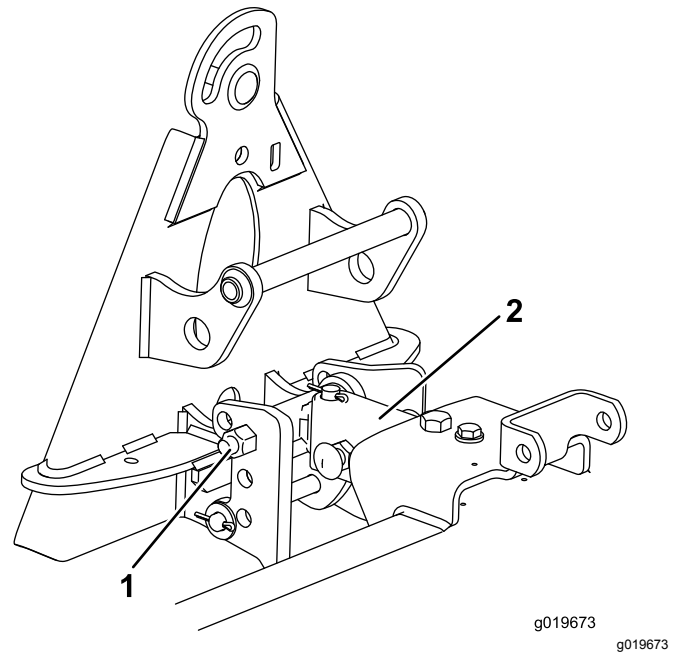

Figura 11
1. Monte el conjunto de enganche en los taladros superiores del soporte (Figura 11).
2. Alinee la cara más larga del tubo de enganche hacia arriba y montada en la cara inferior de la barra de suspensión (Figura 11).